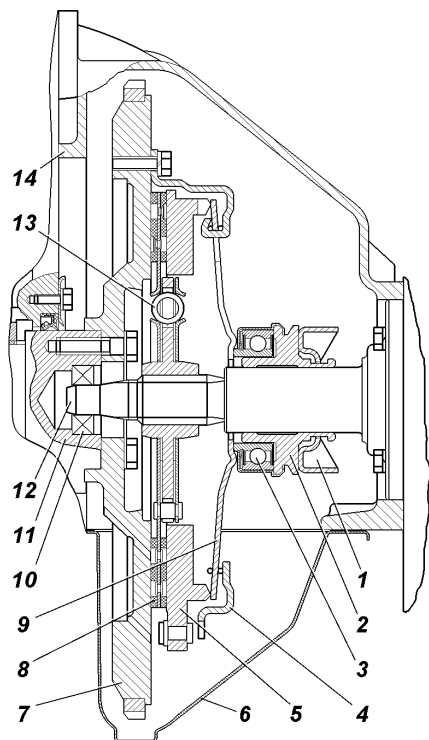
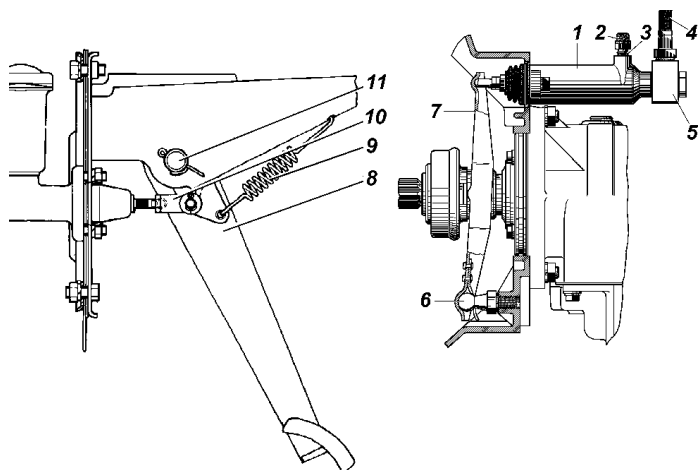

Рис. 5.1. Сцепление двигателей УМЗ с четырехступенчатой коробкой передач:
Рис. 5.4. Привод выключения сцепления:
Сцепление (рис. 5.1, 5.2, 5.3) автомобиля сухое, однодисковое, с центральной нажимной пружиной диафрагменного типа. Привод выключения сцепления (рис. 5.4) - гидравлический.
3. Выньте муфту 2 (см. рис. 5.1, 5.2) с подшипником 3 выключения сцепления из вилки 1.
1. Отверните болты крепления и снимите нижнюю часть 6 (см. рис. 5.1) картера сцепления.
1. Отверните болты крепления рабочего цилиндра 1 сцепления (см. рис. 5.4) к картеру.